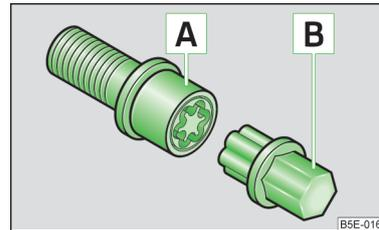

Fig. 132
- Spingere a fondo il lato dentato dell'adattatore **B** » fig. 132 nella dentatura interna del bullone **A** in modo tale che da quest'ultimo sporga soltanto l'esagono esterno.